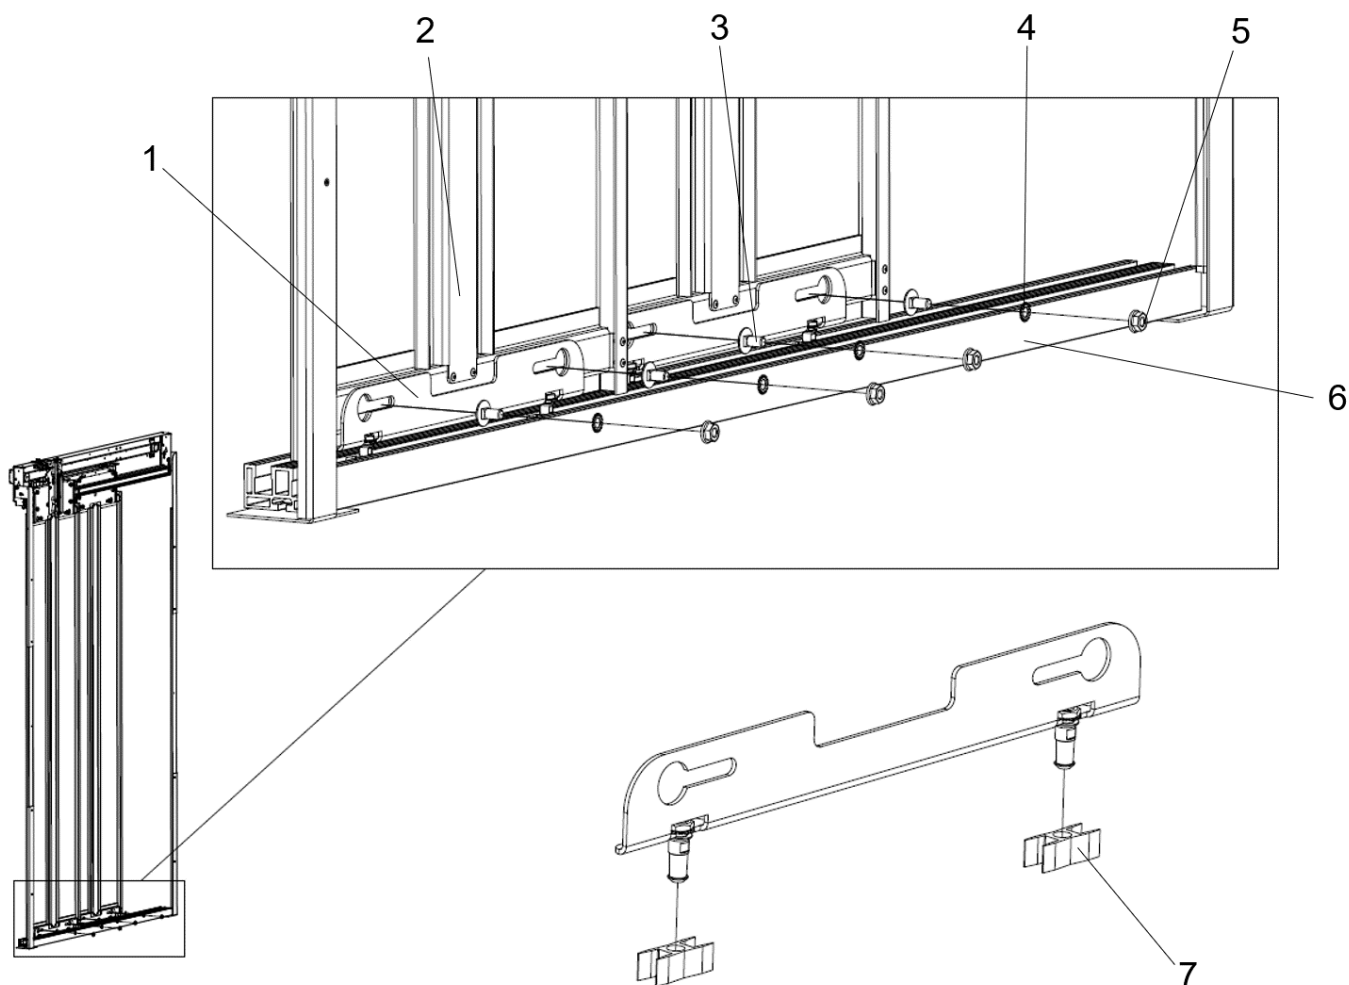

Fig. 50 Byte av glidskor
2. Avlägsna muttrarna (5), brickorna (4) och bultarna (3) som håller glidskofästena (1) i dörrpanelerna (2), se Fig. 50.
3. Lyft glidskorna ur tröskellisten (6).